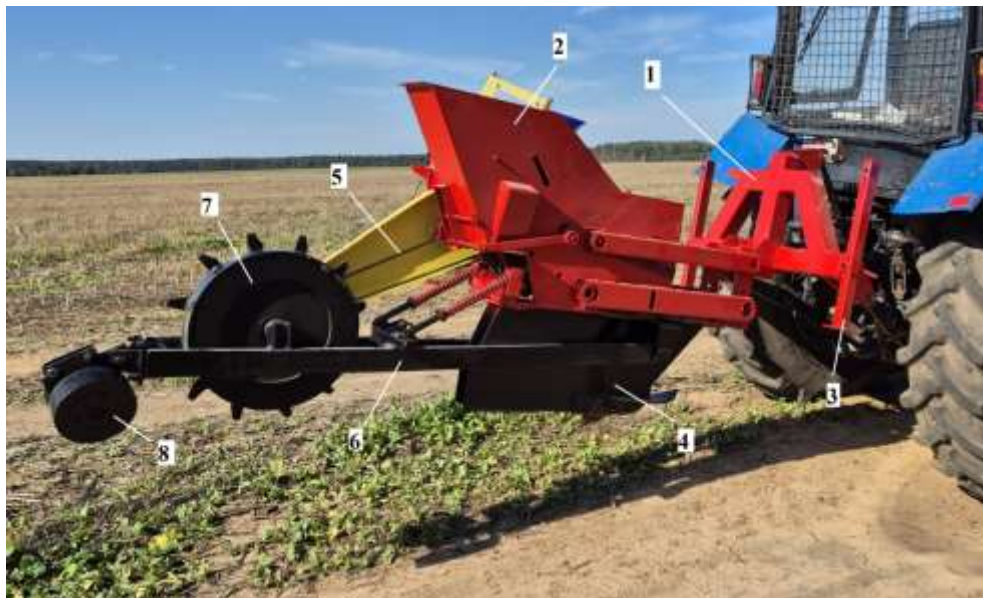

Рисунок 1 – Общий вид машины для посадки семян дуба МПСД-1
3.2 Машина (рис. 1) состоит из рамы 1 с навесным устройством и высаживающей секции 2 (у машины МПСД-2 – 2 секции).